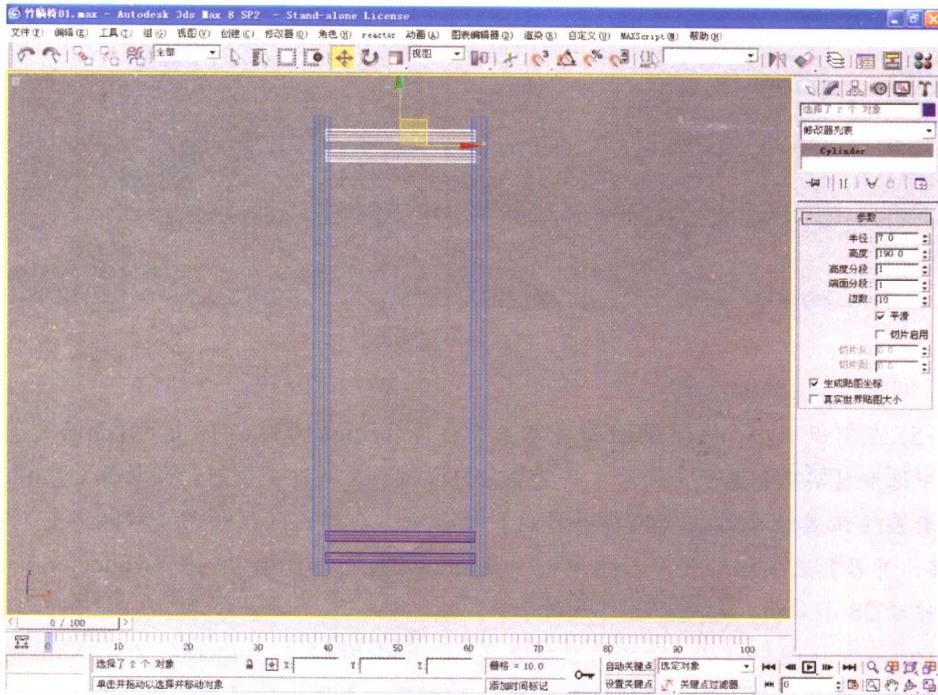

图 1-7 复制出两个圆柱体
(6) 在前视图中框选（即拖动鼠标选择）Cylinder03和Cylinder04，按住Shift键，沿Y轴向上拖动到如图1-7所示的位置，释放光标后，在弹出的【克隆选项】对话框中选取【实例】选项，然后单击【确定】按钮。